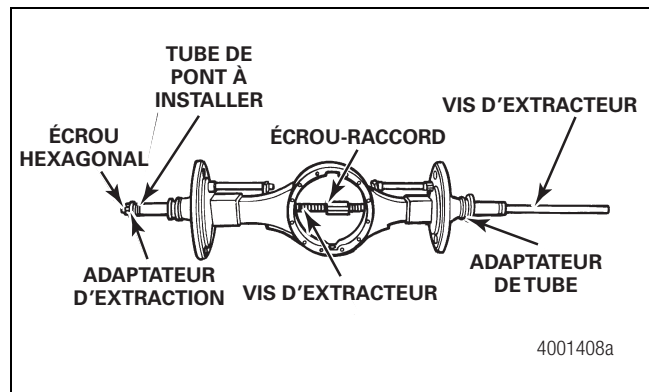

Figure 5.17
1. Installer les deux vis d'extracteur dans le carter de pont. Engager les vis d'extracteur dans l'écrou-raccord. Figure 5.17.
2. Installer un adaptateur d'extraction à chaque extrémité du tube de pont. Figure 5.17.
3. Installer le tube de pont et les adaptateurs dans le carter de pont. Poser l'écrou hexagonal. Figure 5.17.
4. Positionner l'adaptateur de tube sur le côté opposé du carter de pont. Figure 5.17.